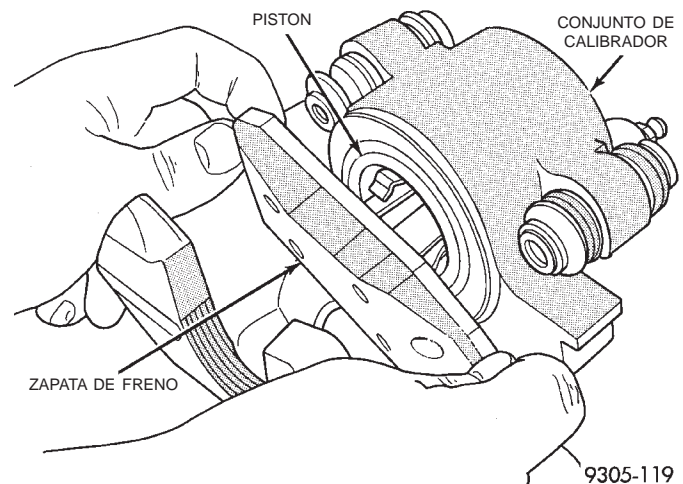

Fig. 67 Instalación de la zapata de freno de adentro
(5) Instale el nuevo conjunto de zapata de freno de adentro en el pistón del calibrador, apretando con firmeza con los pulgares en el hueco del pistón (Fig. 67). Asegúrese de que el conjunto de zapata de freno de adentro esté emplazado a escuadra contra la superficie el pistón del calibrador.